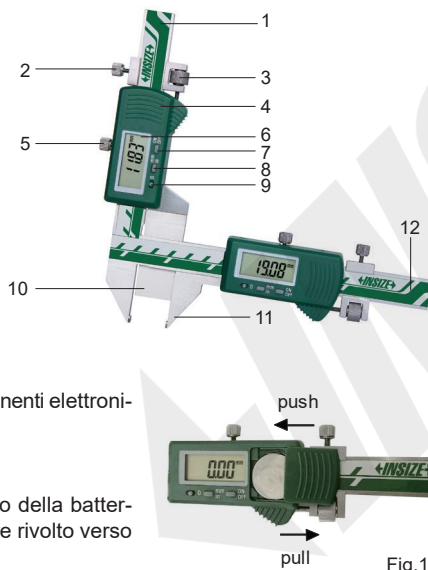

Fig.1
- Rimuovere il coperchio della batteria (fig. 1).